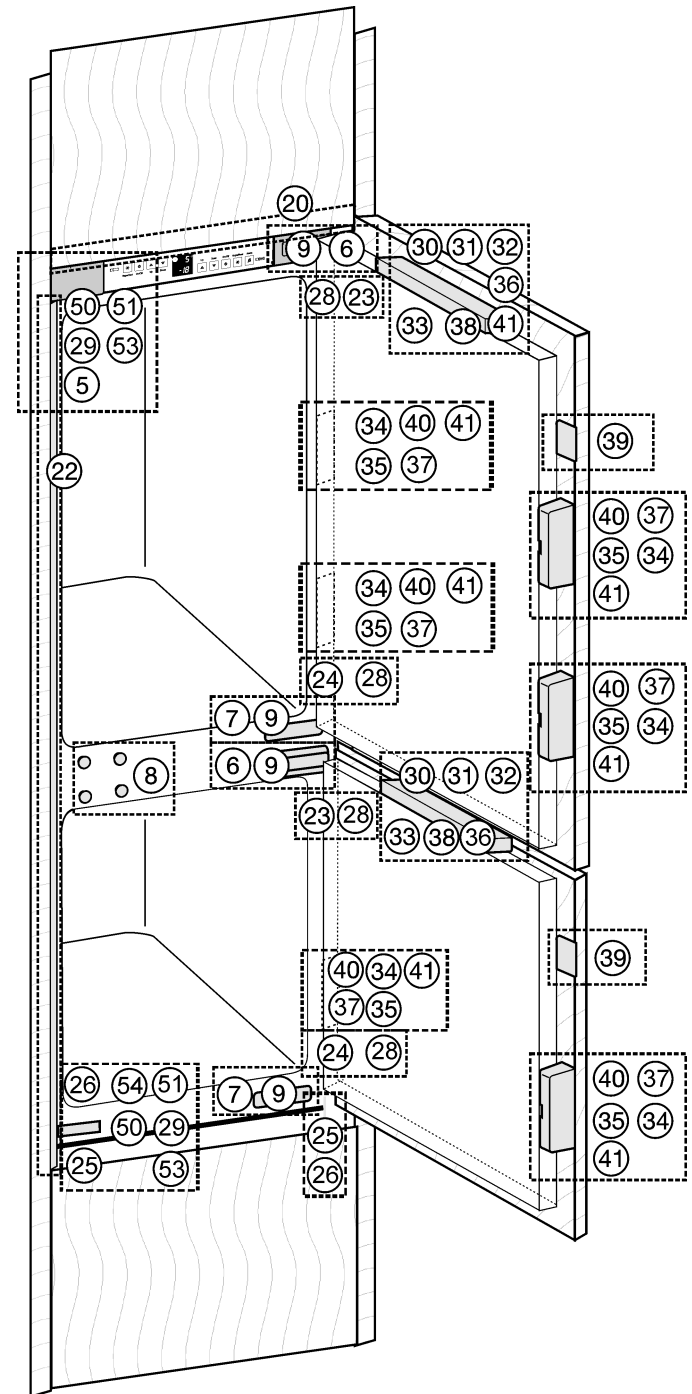
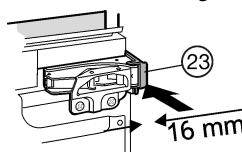
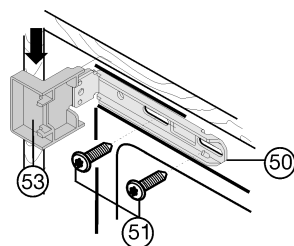
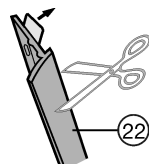

Fig. 6
Fig. 10
Fig. 11
Fig. 12
- ▶ Retirer les caches Fig. 6 (5,6,7).
- Clipser l'élément d'écartement Fig. 10 (23) sur la charnière supérieure et l'élément d'écartement Fig. 6 (24) sur la charnière inférieure.
- Mettre le cache Fig. 11 (53) et le cache Fig. 11 (50) en haut et en bas sur les étriers.
- Fixer les étriers Fig. 11 (50) en haut et en bas avec des vis Fig. 11 (51) afin que les étriers puissent bouger encore un peu à gauche et à droite.
- Retirer le film de protection de la baguette de recouvrement Fig. 12 (22). Placer la baguette de recouvrement Fig. 12 (22) sur l'arête du cache Fig. 11 (53) côté poignée en alignement avec la façade puis la coller sur la paroi latérale de l'appareil.
- Si nécessaire, raccourcir la baguette de recouvrement Fig. 12 (22) en bas : l'extrémité de la baguette de recouvrement Fig. 12 (22) doit dépasser de 3 mm sur le bord supérieur de l'étrier du bas Fig. 6 (50).
- Insérer l'appareil jusqu'à ce que les caches Fig. 11 (53) touchent Fig. 11 la paroi latérale du meuble.
- Respecter les dimensions d'encombrement (épaisseur des éléments de butée de porte) : faire dépasser les charnières et les caches Fig. 11 (53) en tenant compte des dimensions d'encombrement.
- Mettre l'appareil de niveau en ajustant les pieds réglables Fig. 6 (25) à l'aide de la clé plate Fig. 6 (26) fournie.